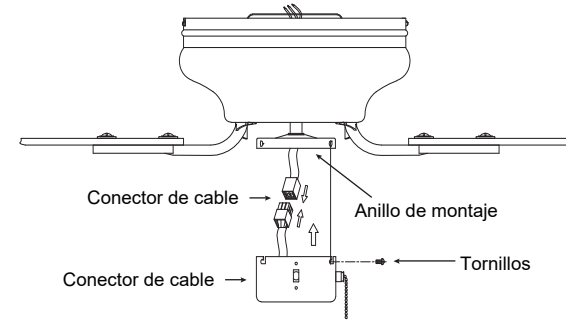

Fig. 11
Paso 1. Mientras sostiene la caja de interruptores por debajo del ventilador de techo, acople los conectores cuadrados entre sí. Uno del ventilador y otro de la caja de interruptores (**Fig. 11**).
Paso 2. Empuje con cuidado todos los cables al interior de la caja de interruptores. Acople la caja de interruptores al anillo de montaje con los tornillos proporcionados. Asegúrese de ajustar bien cada tornillo (**Fig. 11**).